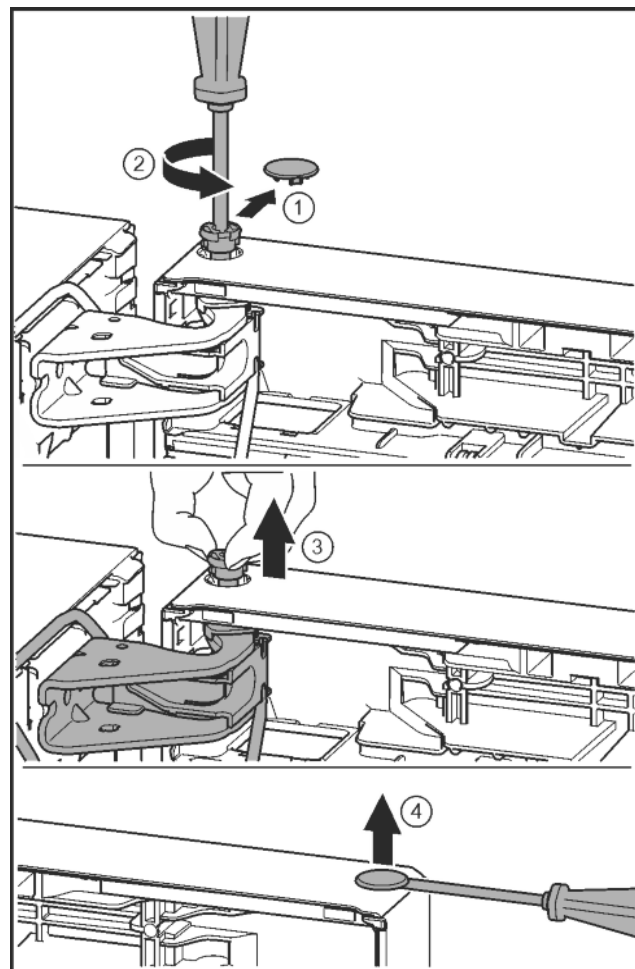

Fig. 24
- ▶ Bezpečnostní kryt opatrně stáhněte. Fig. 24 (1)
- ▶ Šroubovákem T15 o kousek vyšroubujte čep. Fig. 24 (2)
- ▶ Dveře držte a čep vytáhněte prsty. *Fig. 24 (3)*
- ▶ Plochým šroubovákem opatrně nadzvedněte zátku z ložiskového pouzdra dveří a vytáhněte ji. *Fig. 24 (4)*